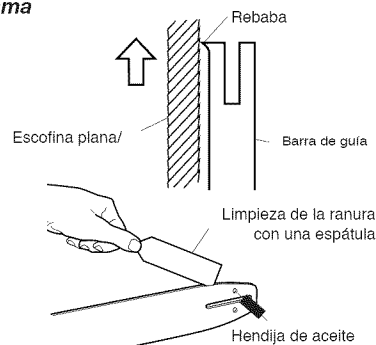

Figura 13 - Mantenimiento de la barra de guía
2. Retire el polvo y la tierra de la ranura de la barra de guía en forma periódica. Para ello, utilice una espátula o un alambre (vea la Figura 13).